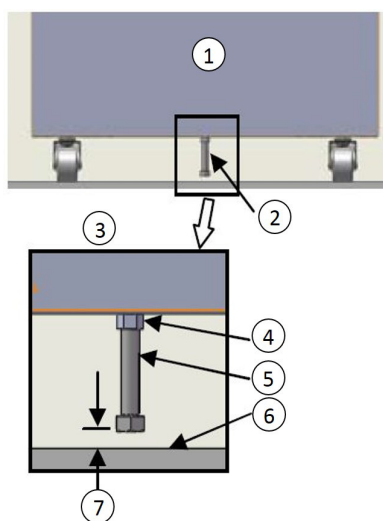

Figura 2. Ubicación del perno
- b. Afloje el perno de 1/2" hasta que quede una separación de 1/2" (1,25 cm) entre el suelo y la cabeza del perno, como se muestra en la *Figura 2* a continuación.